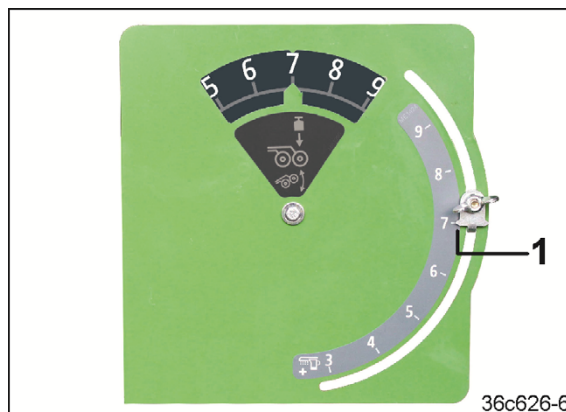

Fig. 188
1. Still inn viseren (Fig. 188/1) på ønsket skalaverdi.